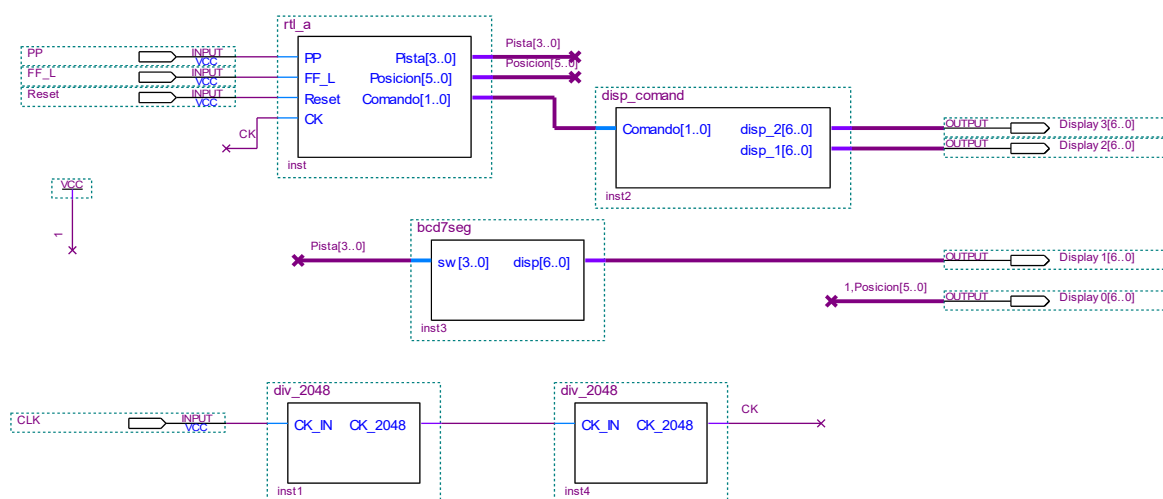

Figura 1. Circuito de prueba de la parte a).
En esta parte se verá un circuito que tendrá las funciones de Play, Pausa y avance. No se incluyen las funciones de pasar a la siguiente pista, ni las relacionadas con el retroceso. Dado que se considera solo el avance, se dispone de una entrada FF_L sin tener en cuenta el tiempo en que este botón es oprimido. Esta característica se introduce en la parte b). La siguiente descripción RTL, corresponde al circuito **RTL_A** de la figura 1.
- Generar un proyecto con el circuito de la figura 1, donde **RESET** se conectará al switch SW9, **PP** al switch SW0, **FF_L** al pulsador 1 y **CLK** al reloj de la placa DE0. Las salidas se conectarán al display 7 segmentos como es habitual.
- Breve explicación de cómo funciona el circuito de la figura 1 y lo que se va a ver en la placa.